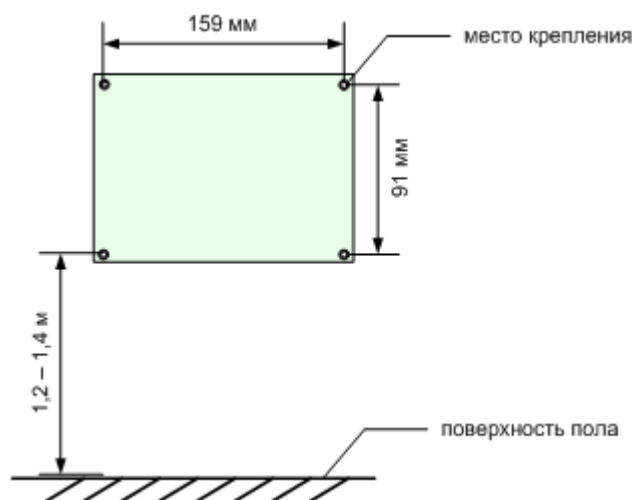

Рис. 5. Вариант монтажа контроллера
5. После завершения этапа подготовки проведите монтаж контроллера: установите корпус контроллера на высоте 1,2 - 1,4 метра от пола (см. Рис. 5).